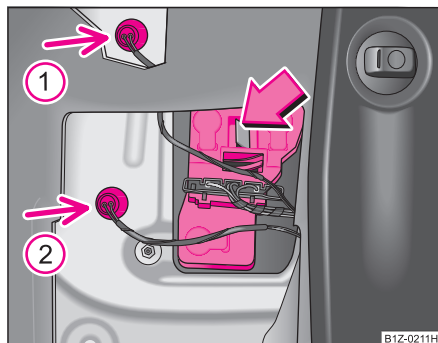

Fig. 227 Desmontaje
- Saque las bombillas de la luz piloto (flechas ① y ②) ⇒ fig. 227.